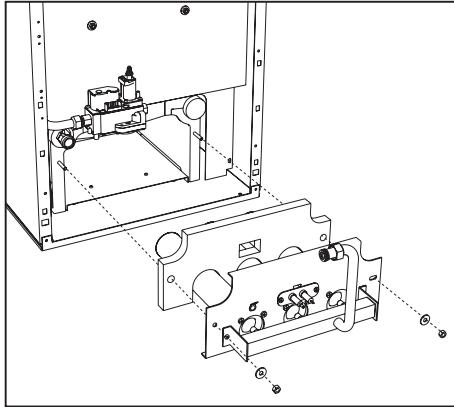

fig. 23 - Demontarea arzătoarelor
- Deșurubați cele două piulițe care fixează ușa camerei de ardere de elementele din fontă ale centralei (fig. 23);